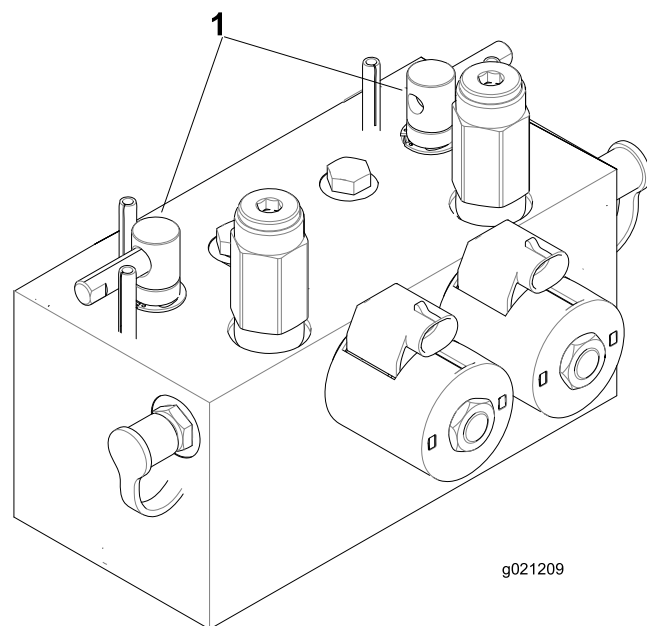

Figura 109
- Sbloccate il sedile ed alzate per esporre le leve di lappatura (Figura 109).
- Selezionate le leve di lappatura anteriore, posteriore o entrambe per stabilire gli elementi da lappare (Figura 109).